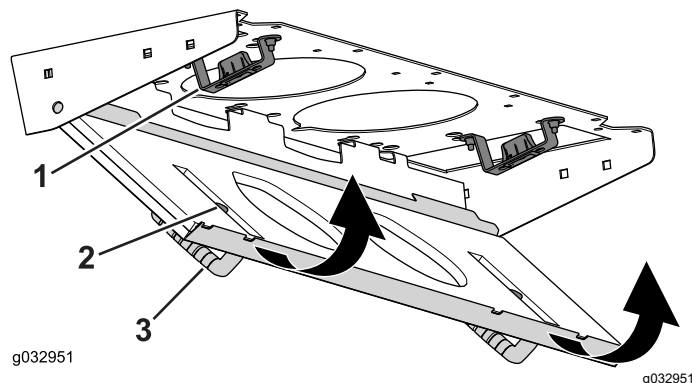

Bild 95
4. Drehen Sie das Filtersieb um die Nasen, bis der Riegel in der Riegelbefestigung einrastet (Bild 95).